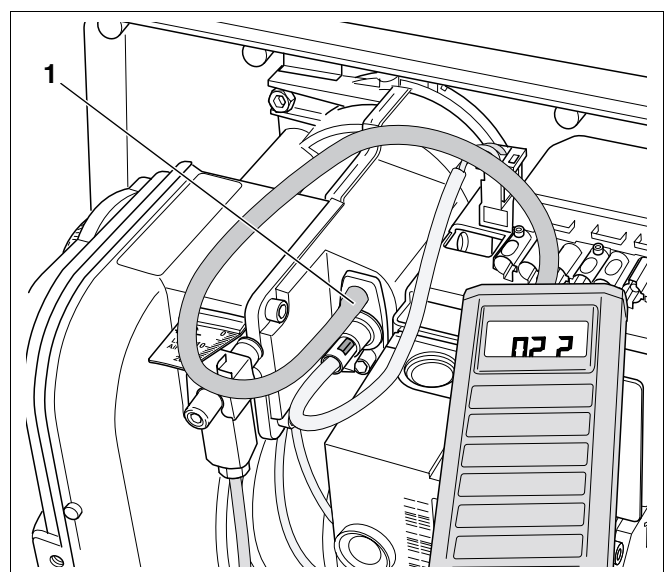

Fig. 23 Kontrol af blæsertrykket
- Kontrollér blæsertrykket på målestedet (fig. 23, **pos. 1**) ved hjælp af en fintrykmåler (værdier, se kapitel 4 "Tekniske data" på side 9).